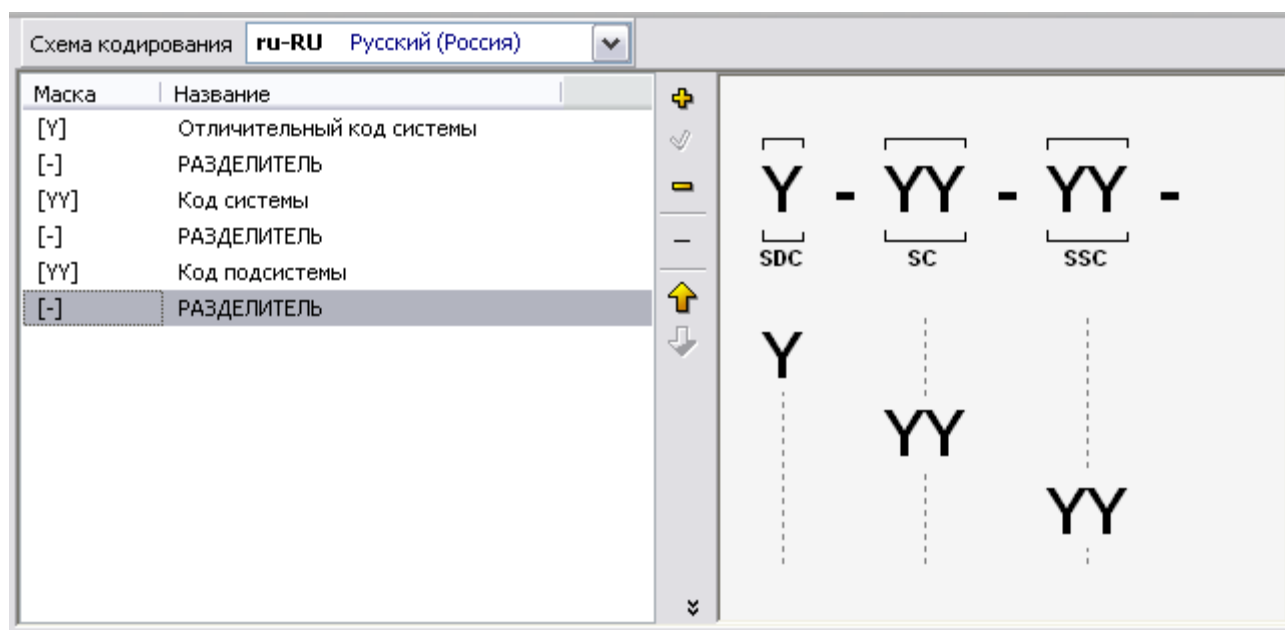

Рис. 2.26
В левом окне вкладки **Схема кодирования** находятся маски и названия созданных полей кода. В правом окне вкладки изображена схема сегмента кода на данном этапе разработки (Рис. 2.26).
1. На вкладке **Схема кодирования** выделите поле кода «Код подсистемы» (Рис. 2.26).